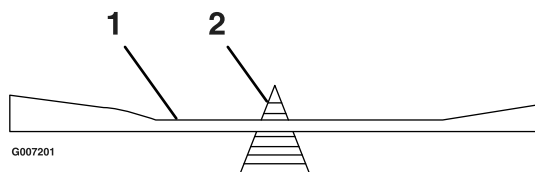

Figure 48
2. Vérifiez l'équilibre de la lame en la plaçant sur un équilibreur (Figure 48). Si la lame reste horizontale, elle est équilibrée et peut être utilisée. Si la lame est déséquilibrée, limez un peu l'extrémité de la partie incurvée seulement (Figure 48). Répétez la procédure jusqu'à ce que la lame soit équilibrée.